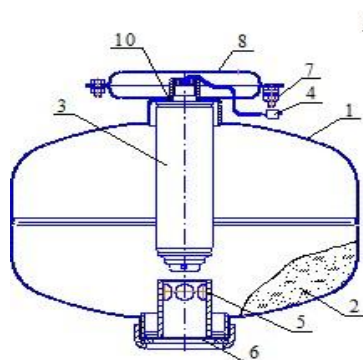
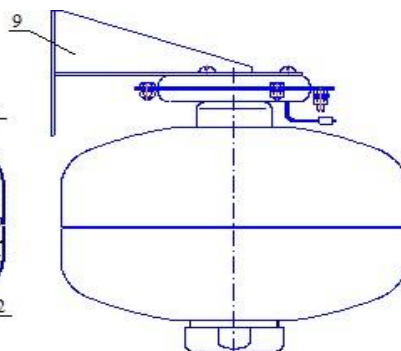

Fig. 1
Fig. 2
6.2 El soporte **8** puede instalarse en el techo (fig. 1) o el soporte **9** (fig. 2) puede montarse en la pared. Marque los puntos de fijación del soporte tal como se muestra en la figura 3 y en la pared según la figura 4.